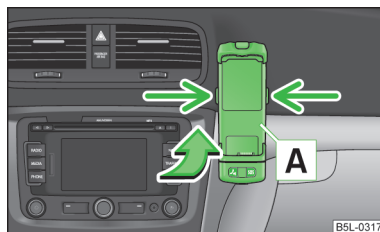

Fig. 96
- Come prima cosa inserire l'adattatore **A** nella direzione indicata dalla freccia » fig. 96 sino alla battuta nel supporto. Spingere leggermente verso il basso l'adattatore, sino a quando si innesterà in maniera sicura.
- Premere contemporaneamente i bloccaggi laterali del supporto » fig. 96 ed estrarre l'adattatore con il telefono.